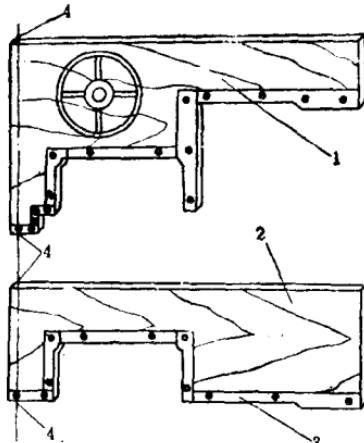

图11 皮带轮底箱和盖箱的车板
要增加它的宽度，而影响车板使用的次数，可以分别作成两块车板，如图11所示。分别车出底、盖箱的铸型。
4) 镶包铁板：利用车板造型时，不是用斜的一面刮砂，而是用平的一面刮砂。对于使用的次数在三次以上的，为了防止车板与型砂间因摩擦导致车板较快磨损，造成铸件尺寸误差，可在车板与型砂接触面的边缘，镶上1~2毫米厚的铁板，如图11所示。